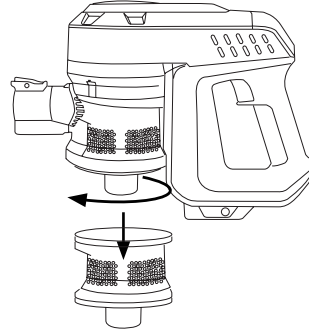

Fig.7
- En la parte inferior de la zapata hay que girar el botón rotativo hacia la izquierda para desanclar el cepillo. (Fig.7).